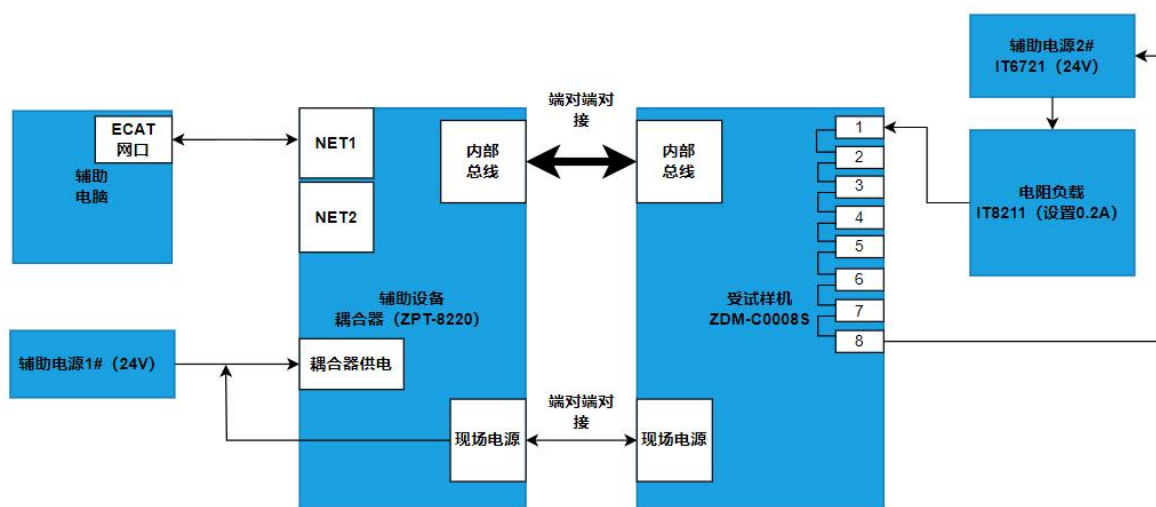

图 4 试验配置框图
3. 直流电源（IT6721）2#设置为24V输出串联电子负载（IT8211+），电子负载设置负载电流为0.2A，电子负载的负极接到受试样机的1口上，受试样机的1口到8口串联，8口回连到辅助电源2#的负极，受试样品的输入电压范围为：DC+24V，试验配置如图 4所示，试验环境如图5所示：